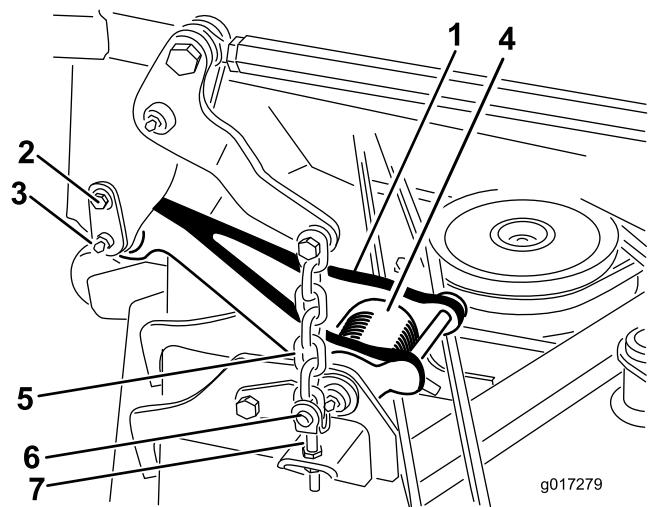

図 1
- A. 以下の手順で、車両両側のプルリンクを外す図 1
B. リテーナピンをキャリアフレームに接続しているショルダ付きねじを外す図 1。
C. キャリアフレームとプルリンクから、リテーナピンを注意深く抜き取る図 1。
10. デッキの昇降チェーンをカッティングデッキの調整クレビスに固定しているリングピン4本とクレビスピンを取り外す図 1。